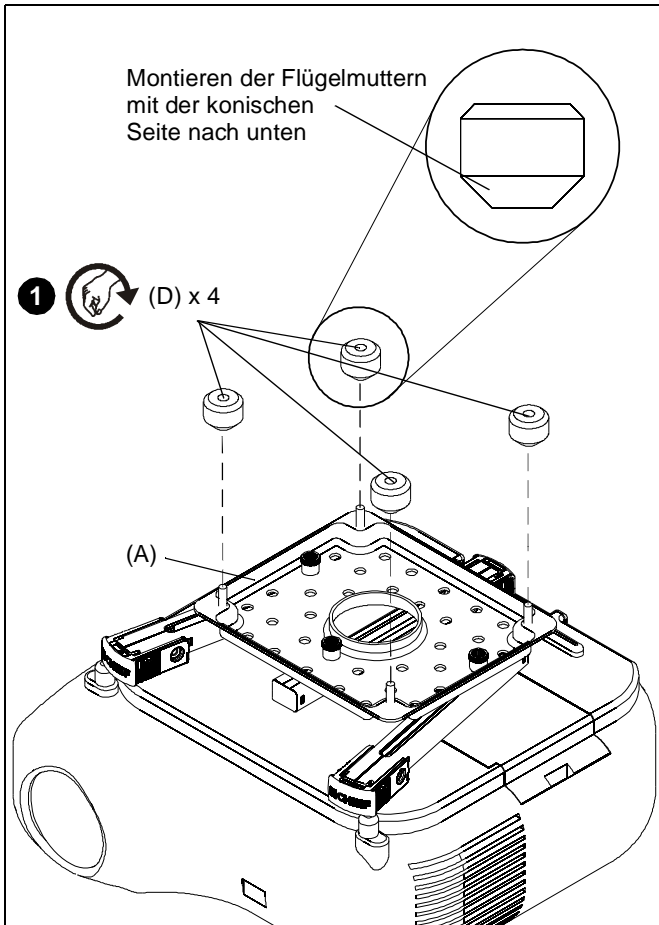

Abb. 8
1. Bei einer SLBU montieren Sie vier Flügelmutter (D) ein Stück weit auf die Schrauben der SLBU-Hauptplatte. Montieren Sie die Flügelmutter mit der konischen Seite nach unten. (See Figure 8)